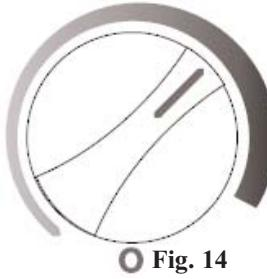

Fig. 14
- Lorsque le refroidissement maximal est réalisé, retournez la commande de thermostat sur l'échelle bleue foncée à la position équivalente à 2 heures sur la face d'un cadran. Voir la Fig. 14.